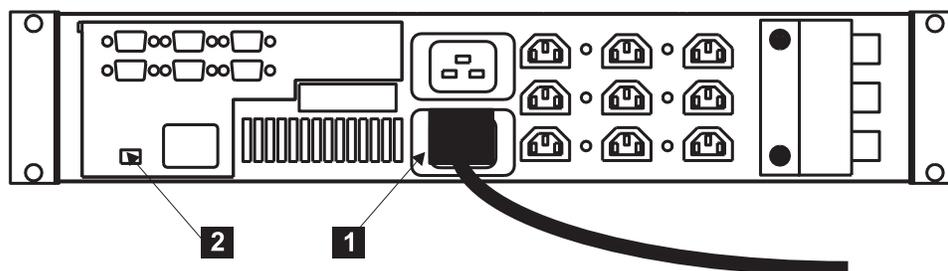

図 122. 無停電電源装置の電源ケーブルの取り付け
9. 無停電電源装置の後部で、無停電電源装置の主電源ケーブルを電源ソケット **1** (201 ページの図 122) に差し込みます。